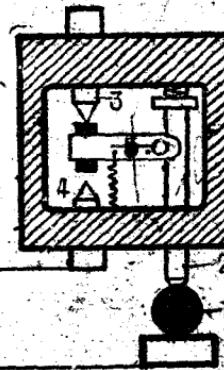

图 13
8. 电触头(图13) 它是利用杠杆的放大作用，在被测工件1太大时，支杆2上升，杠杆5被弹簧拉下，与电路4通；